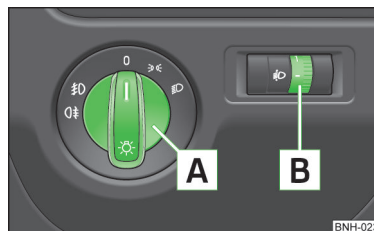

Fig. 21
La autovehiculele cu **volanul pe dreapta** ordinea aranjării elementelor de comandă diferă parțial față de » **fig. 21** la pagina 39 ordinea prezentată. Simbolurile care marchează pozițiile elementelor de operare sunt aceleași.
Pozițiile comutatorului de lumini **A » fig. 21.**
► Rotiți comutatorul de lumini » fig. 21 la pagina 39 în poziția 0.
- ✓ Comutatorul de lumini » fig. 21 la pagina 39 se află în poziția 0.